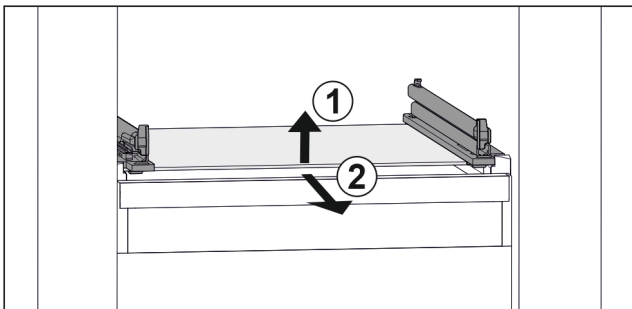

Fig. 47 Beispielhafte Darstellung der Glasplatte
- Glasplatte vorne anheben. Fig. 47 (1)
- Glasplatte nach vorne entnehmen. Fig. 47 (2)